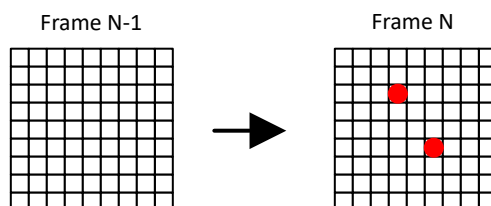

図 8-7. オンデマンド データ リフレッシュ - モード 1
**モード 1: VSYNC コマンドなしの 8 ビット PWM データ。**データは、受信された直後に、表示のために送信されます。モード 1 を使うと、ユーザーは SRAM 全体を更新する代わりに、対応するドットのデータのみを更新できます。これは「オンデマンド データ リフレッシュ」と呼ばれ、これにより、データの総量を効果的に節約できます。図 8-7 に示すように、対応するデータを送信した後に、その赤色 LED ドットをリフレッシュし、その他の LED ドットを最後のフレームと同じ状態に維持できます。